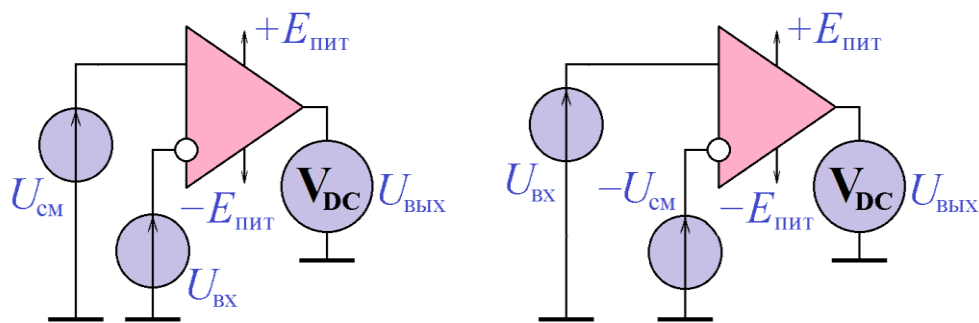

Рис. 7.9. Измерение передаточной характеристики ОУ
4. Измерить передаточную характеристику ОУ по постоянному току (рис. 7.9). Измерения провести в диапазоне изменения входного напряжения $U_+ - U_-$ от $-E_{\text{пит}}$ до $+E_{\text{пит}}$ с достаточным количеством (не менее 5) точек на линейном участке характеристики. Измерения можно провести по точкам, устанавливая различные значения $U_{\text{вх}}$ и измеряя $U_{\text{вых}}$ (в этом случае следует в отчёте привести таблицу измерений), можно использовать для этого окно анализа Proteus.